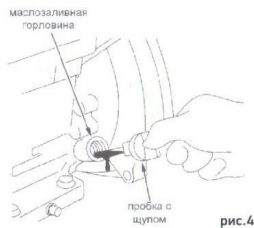

рис.4
- отвернуть пробку из маслозаливной горловины и извлечь масляный щуп, протереть его чистой ветошью (см. рис. 4);